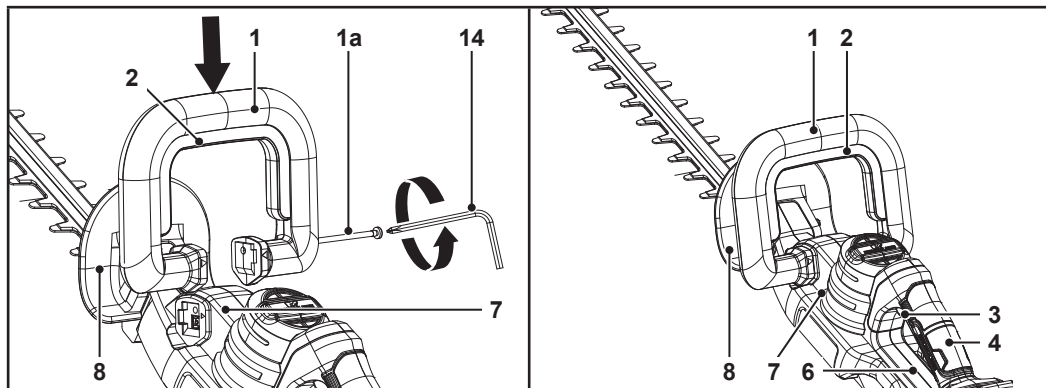

Fig. 1
1. Utilize a chave sextavada/de cabeça cruzada (14) para retirar o parafuso comprido (1a) da pega dianteira (1) (Fig. 1).
2. Posicione a pega dianteira (1) de forma a que as setas nas extremidades apontem para as entradas da caixa (7) (Fig. 1).
3. Faça deslizar a pega dianteira (1) para as entradas da caixa (7) até que fique bloqueada no espaço (Fig. 1).
4. Fixe a pega dianteira (1) com o parafuso comprido (1a) e a chave sextavada/de cabeça cruzada (14) (Fig. 1).
Proteção de segurança dianteira (8), proteção traseira (6): Estas proteções protegem as mãos contra a projeção e o ressalto de partes afiadas dos ramos aparados (Fig. 1).